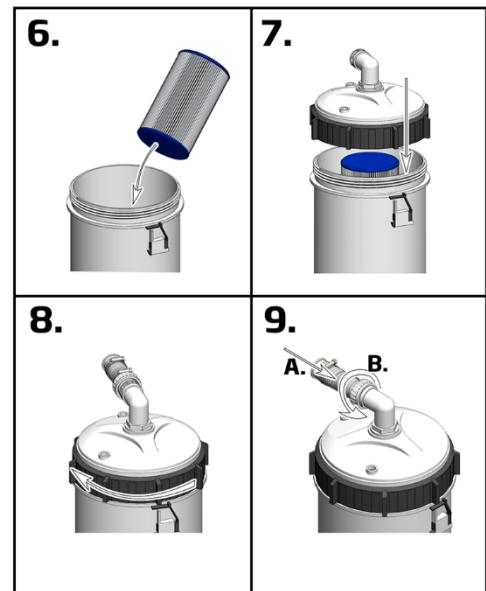

Bild 11 – Installera patronen
1. Installera den nya eller tvättade filterpatronen. Kontrollera att den är centrerad och sitter stadigt på plats (6./Bild 11).
2. Spänn fast låsringen ed handkraft genom att skruva den med medurs tills den svarta låsklämman snäpper fast. (Bild 11).